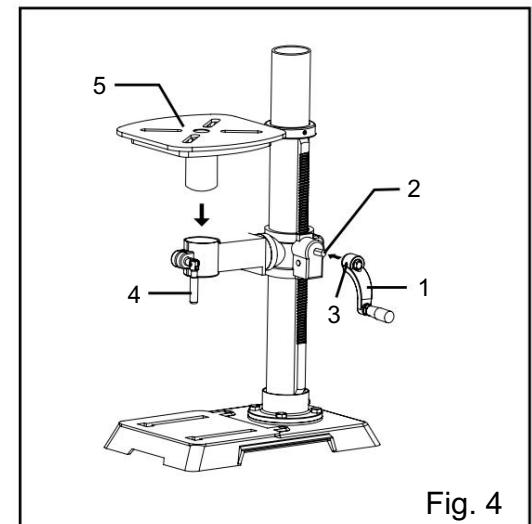

Fig. 4
SUPPORT DE TABLE À TABLE (FIG. 4)
1. Placez la manivelle (Fig. 4 - 1) sur l'axe (Fig. 4 - 2) du support de table de manière à ce que le méplat de l'axe se trouve sous la vis de réglage (Fig. 4 - 3). Serrez la vis de réglage.
2. Vissez la poignée de verrouillage de la table (Fig. 4 - 4) à l'avant du support de table.
4. Positionnez la table (Fig. 4 - 5) dans le même sens que la base. Installez la table et serrez la poignée de verrouillage de la table (Fig. 4 - 4) et la poignée de verrouillage du support.